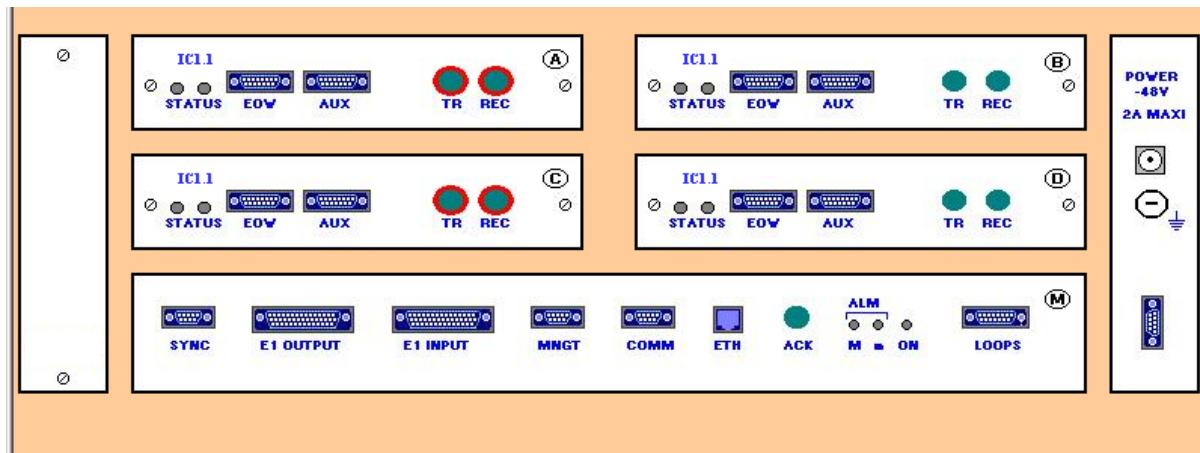

Рис. 1.10 Блоочное представление FG A155 в HTTP
На открытой сессии «HTTP Навигатора» “FlexGain A155 shelf view” представляется блочный вид мультиплексора, где каждое посадочное место для установки съемных модулей маркировано буквами А, В, С, Д или М согласно рис. 1.10.
- активации общих функций оборудования, таких как синхронизация, безопасность, информация о трафике и т.д. путем вызова функции из меню (см. дерево структуры основного меню рис. 1-10);